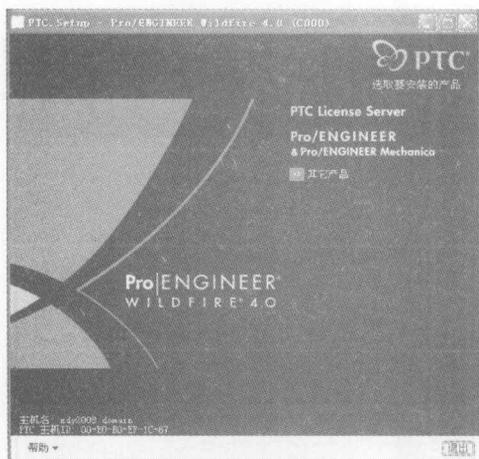

图 1-6 【选取要安装的产品】界面
**STEP 4** 选择【接受许可证协议的条款和条件】复选框，接着单击[下一个]按钮，系统弹出【选取要安装的产品】界面，如图 1-6 所示。